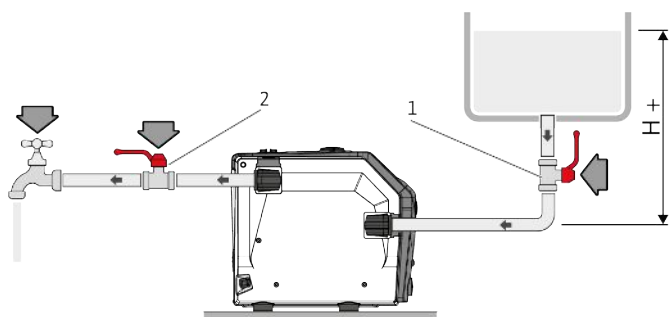

Fig. 9: Terhelési üzemmód
- Töltsen fel a terméket vízzel (kb. 1,5 l), amíg a víz ki nem folyik a szellőzőnyíláson (Fig. 9).